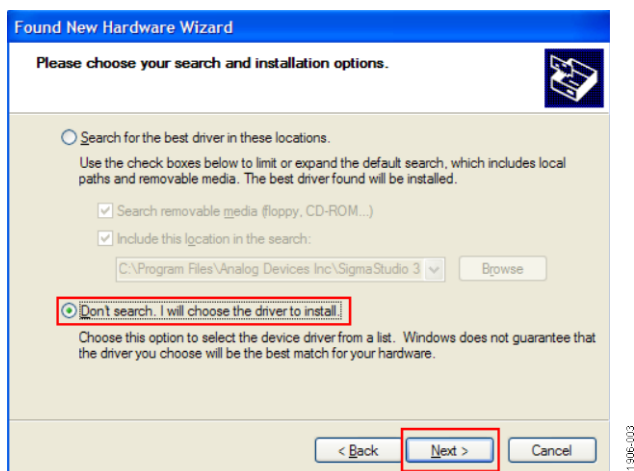

図 3. インストールするドライバの選択
3. **Don't search. I will choose the driver to install** を選択し、**Next** をクリックします(図 3 参照)。